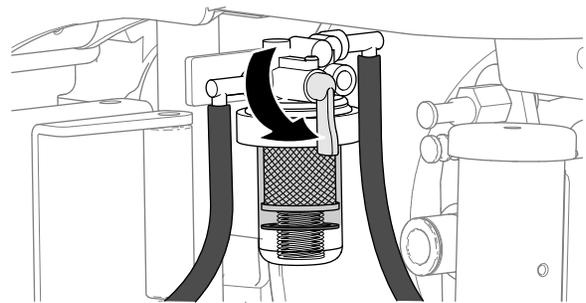

Figure 67
2. Si la cuvette contient de l'eau, tournez le robinet d'arrivée de carburant du séparateur carburant-eau à la position FERMÉE (Figure 67) et effectuez la procédure décrite sous Vidange de l'eau de la cuvette du filtre à carburant \(page 57\).